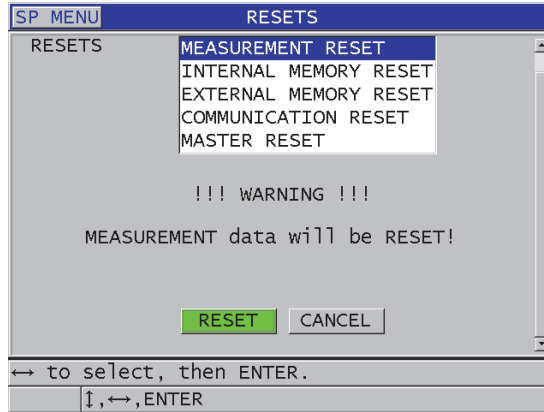

Figura 15-1 Activación de la función de reinicialización
3. En la pantalla **REINICIOS (RESETS)** [ver Figura 15-1 en la página 307]: